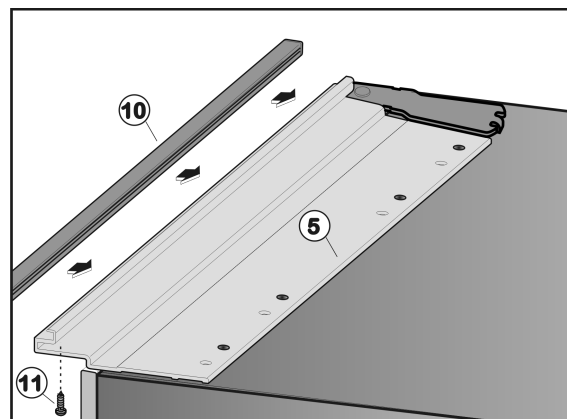

Fig. 32
- Mettre la baguette de bord Fig. 32 (10) sur le profilé d'encastrement Fig. 32 (5) et la placer de telle sorte que les trous de la baguette de bord et du profilé d'encastrement soient les uns au-dessus des autres.
- Visser la baguette de bord Fig. 32 (10) par le dessous avec trois vis Fig. 32 (11) au profilé d'encastrement Fig. 32 (5).